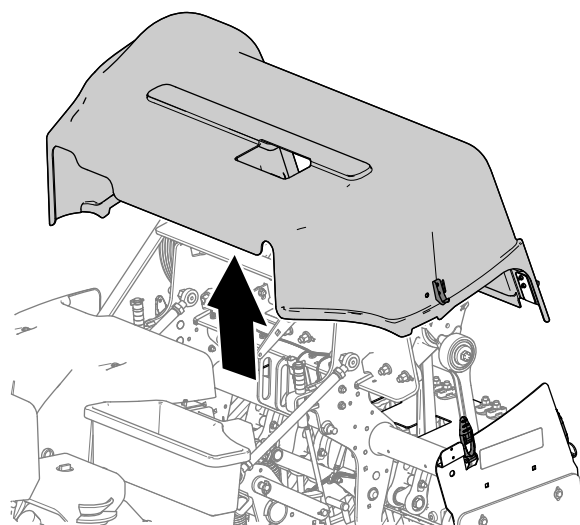

**Figura 140**
5. Sollevate la copertura della testa di carotaggio dalla macchina (Figura 140).